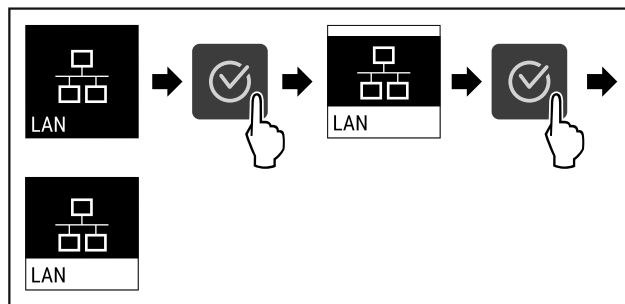

Fig. 82
- ▶ Izvedite zahtevane korake (glejte Fig. 82).